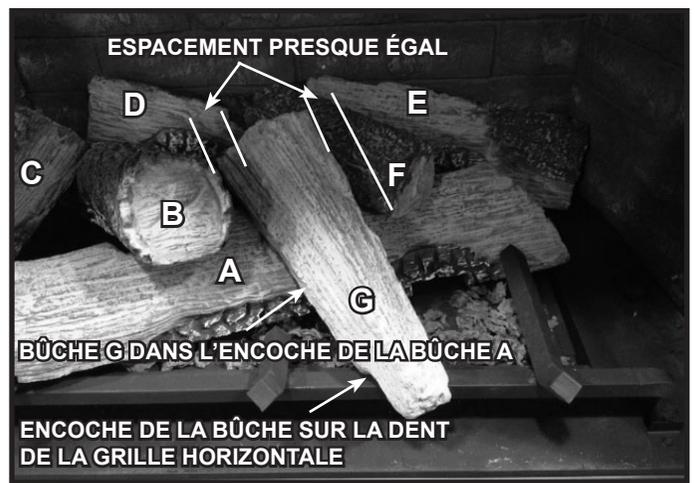

Figure 11. Bûche G installée
6. **(BÛCHE G)** : Placez la bûche G dans l'appareil, comme il est indiqué à la figure 11. L'encoche du bas de la bûche devrait reposer contre la dent de la grille horizontale, à peu près à mi-chemin entre le centre et à la droite des dents de la grille de l'âtre. Le sommet de la bûche G devrait reposer sur l'encoche de la bûche A. Il sera espacé pratiquement à égalité entre les bûches B et F.